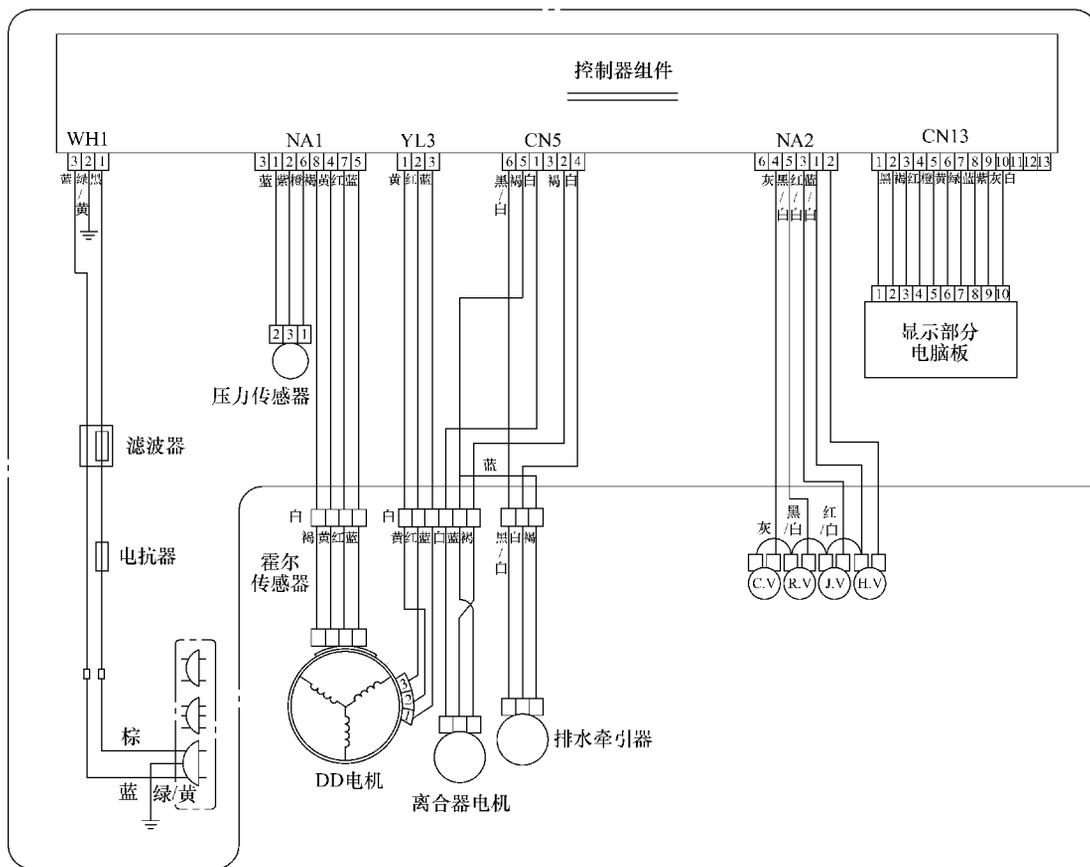

图 6-30 LG XQB65 - S3PD 型波轮式洗衣机电路原理图
**【附注】**LG XQB65 - S3PD 型波轮式洗衣机电路原理图如图 6-30 所示。